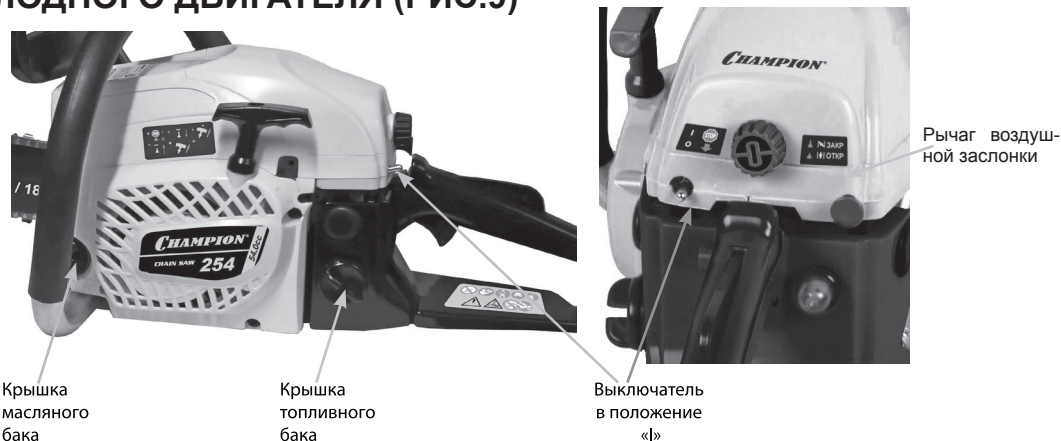

Рис.9
1. Заполните топливный бак свежеприготовленной топливной смесью. (Рис. 9).
2. Заполните масляный бак чистым маслом для смазки цепи (Рис.9)
ЗАПУСК ХОЛОДНОГО ДВИГАТЕЛЯ (РИС.9)